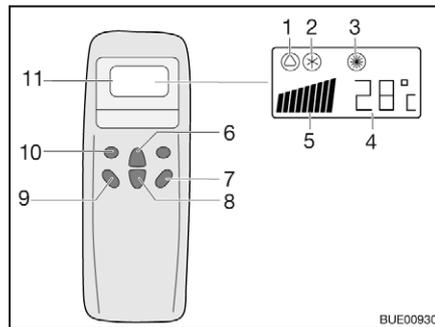
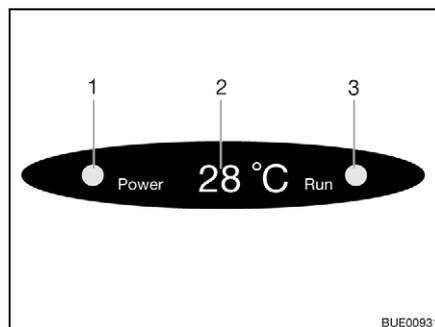

Bild 136 Fernbedienung
Bild 137 Anzeige am Diffusor
- Die Taste "ON/OFF" (Bild 136,7) drücken.
- Die Taste "Mode" (Bild 136,10) so oft drücken, bis die gewünschte Betriebsart (Bild 136,1, 2 oder 3) auf dem Display angezeigt wird. Die entsprechende Kontroll-Leuchte auf der Anzeige am Diffusor (Bild 137,3) leuchtet.
- Mit den Tasten Temperaturerhöhung (Bild 136,6) oder Temperaturverminderung (Bild 136,8) die gewünschte Temperatur einstellen.
- Mit der Taste Lüfterdrehzahl (Bild 136,9) die gewünschte Lüfterstufe wählen.